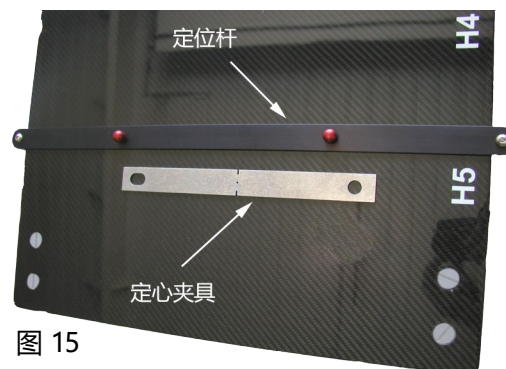

图 15
1. 在 CT 覆盖罩上安装定位杆, 然后在 CT 覆盖罩头端的定位杆上设置定心夹具杆 (图 15)。